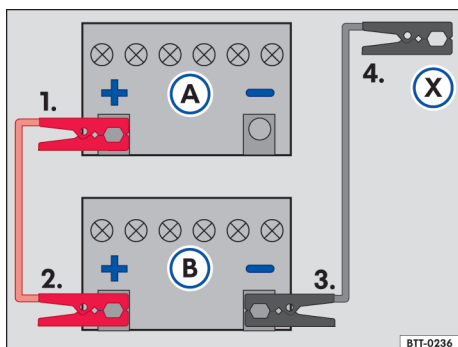

Fig. 159 Esquema para a conexão dos cabos auxiliares de partida: bateria do veículo descarregada (A) e bateria do veículo fornecedora de corrente (B).
Legenda para → Fig. 159:
- Conectar uma extremidade do cabo auxiliar de partida *vermelho* ao polo positivo → Fig. 159 (+) do veículo com a bateria do veículo descarregada (A) → ⚠.
- Conectar a outra extremidade do cabo auxiliar de partida *vermelho* ao polo positivo (+) da bateria do veículo fornecedora de corrente (B).
- Conectar uma extremidade do cabo auxiliar de partida *preto* ao polo negativo (-) da bateria do veículo fornecedora de corrente (B).
- Conectar a outra extremidade do cabo auxiliar de partida *preto* (X) no veículo com a bateria do veículo descarregada em uma peça maciça de metal aparafusada firmemente ao bloco do motor ou no próprio bloco do motor - porém não nas proximidades da bateria (A) → ⚠.